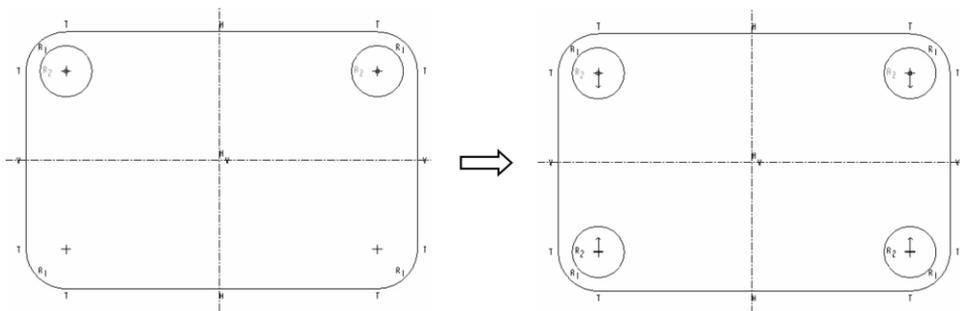

图 1-17 绘制镜像圆
在矩形的两圆角处绘制同心圆，如图 1-17 所示。
(1) 按住 Ctrl 键,单击选取两圆。
(2) 单击草绘器工具栏图标 。
(3) 单击选取水平对称中心线,镜像复制另两个圆,如图 1-17 所示。